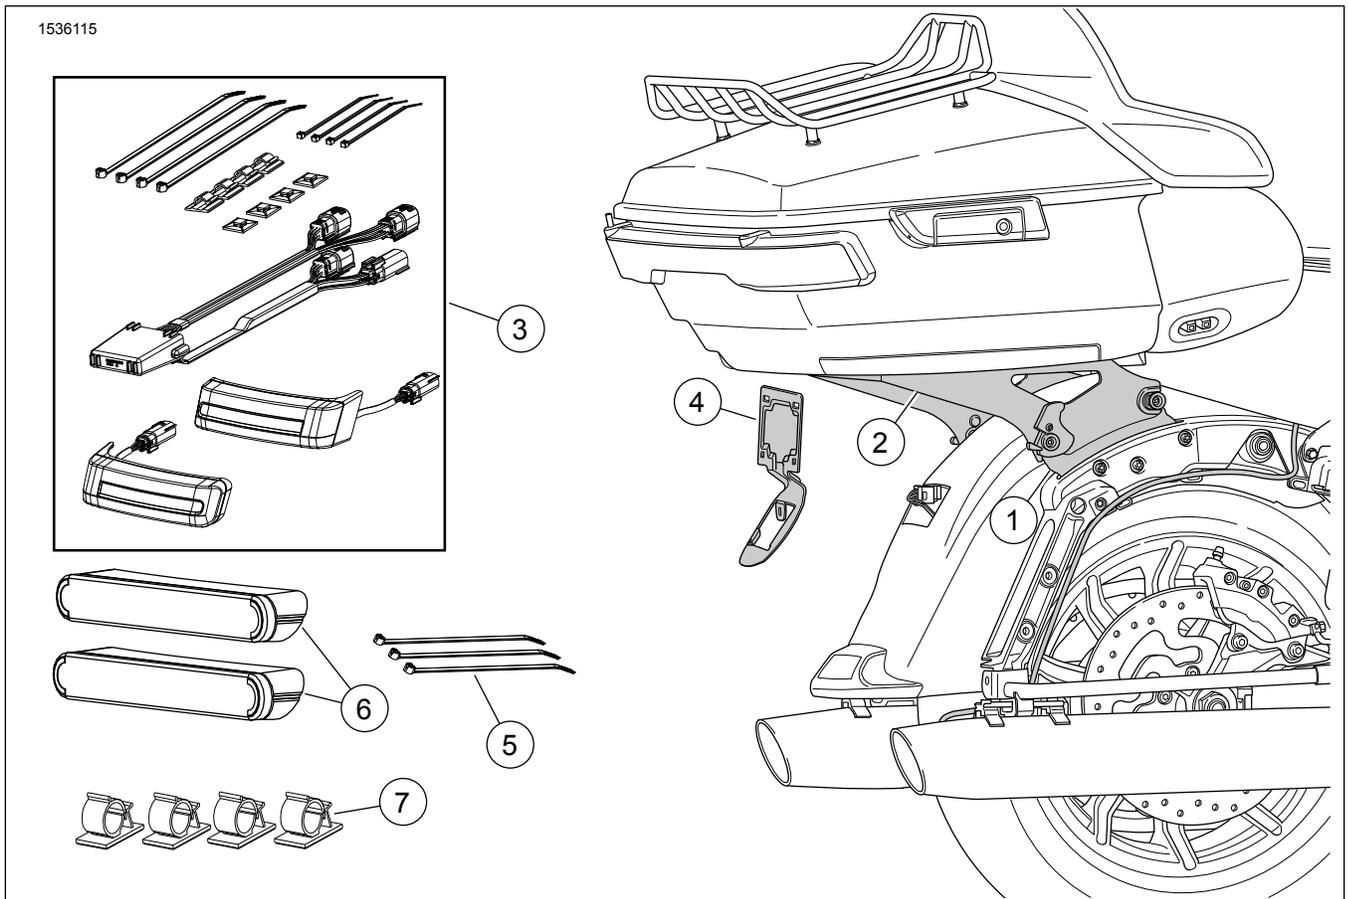
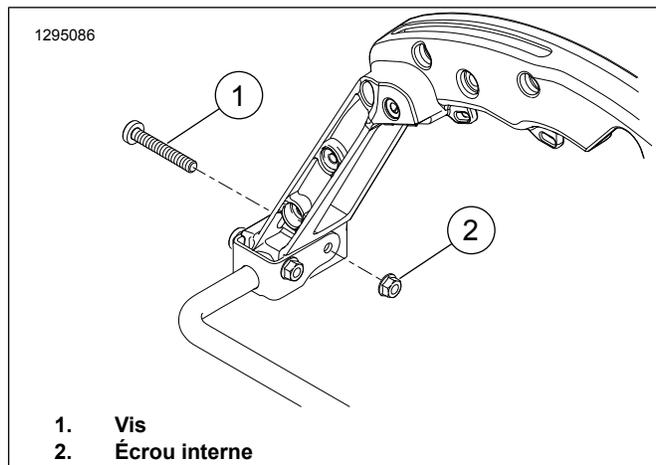
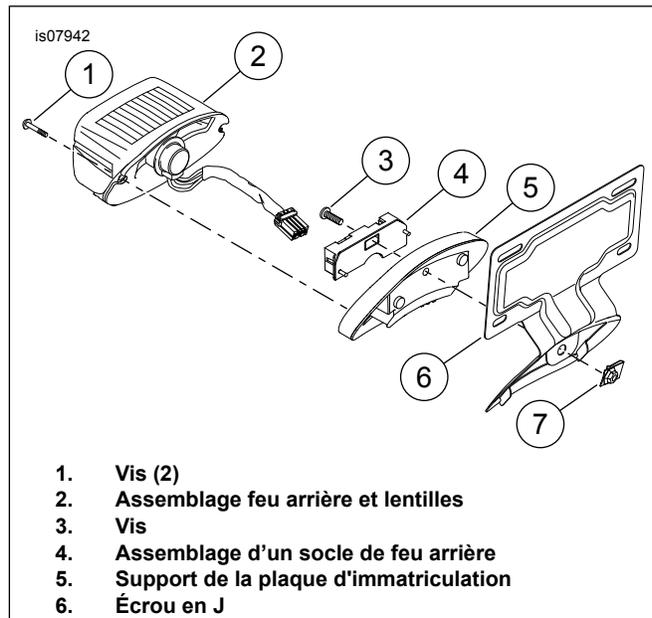

Figure 1. Contenu du kit : Support de fixation TOUR-PAK amovible
Figure 6. Retrait des vis de OE
Figure 7. Installez le support de la plaque d'immatriculation
1. Voir Figure 1 . Installez le kit du matériel d'amarrage (1) en suivant les instructions contenues **dans ce kit**.
2. Installez le kit de lampes LED pour le démarrage, le freinage ou les clignotants (3) en suivant les instructions contenues dans **le kit**.
3. Voir Figure 7 . Poser le support de plaque d'immatriculation.
- a. Fixez le support de plaque d'immatriculation (5) sur le garde-boue.
- c. Installez le feu arrière sur le support de la plaque d'immatriculation. Attacher avec une vis (3).
- e. Raccordez le feu arrière et la lentille à la base du feu arrière. Installez le feu arrière et la lentille à la base et fixez-les à l'aide de vis (1).
5. Voir Figure 7 . Supprimez les feux arrière et leur base.
- a. Déposer les vis (1).
- b. Débranchez et retirez l'ensemble feu arrière et lentille (2).
- c. Remarquez l'emplacement des connecteurs à la base des feux arrière (4) afin de faciliter l'installation.
- e. Retirez la vis (3) et la base du feu arrière.
9. Voir Figure 6 . Retirez l'écrou intérieur droit (2). Enlevez la vis (1).
Voir Figure 1 . Marquer l'emplacement des réflecteurs (12).